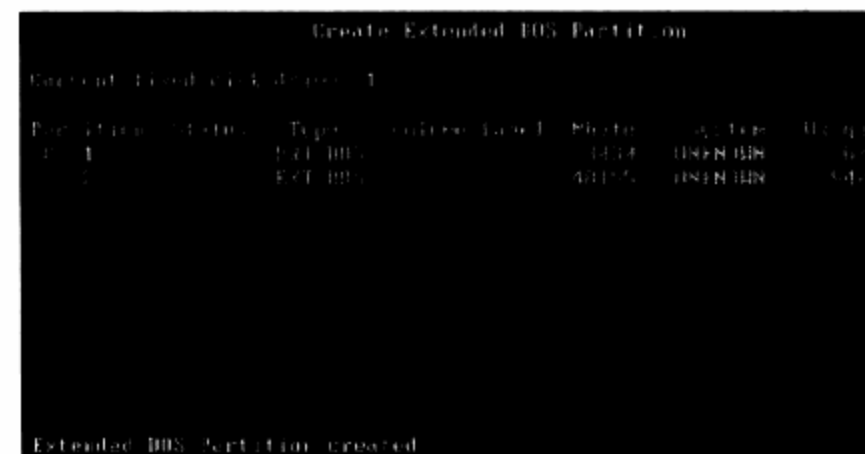

图4-29 硬盘被分成主分区和扩展分区
**步骤 15** 扩展分区已经建立（如图4-29所示），这时还会为扩展分区进行再一步划分，即逻辑分区。